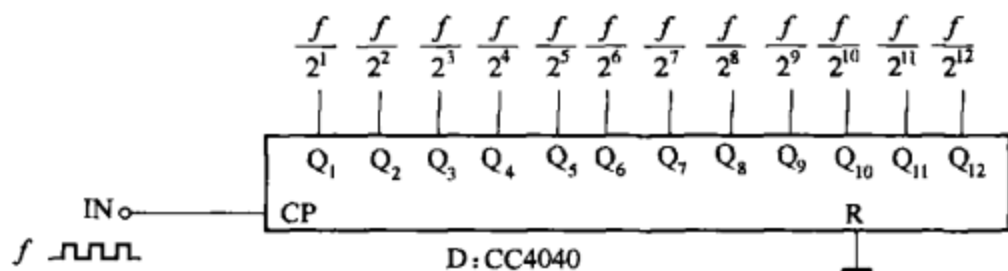

图 8-46
(1) 图 8-46 所示为采用 12 位二进制串行计数器 CC4040 构成的十二级分频器电路，被分频信号由 CP 端输入，分频后的信号分别由 $Q_1 \sim Q_{12}$ 输出，最小分频数为 $2^1 = 2$ ，最大分频数为